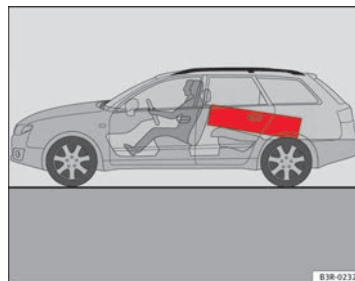

Abb. 116 Legen Sie schwere Gegenstände möglichst weit nach vorn.
- Schwere Gegenstände möglichst weit nach vorn legen ⇒ Abb. 116.